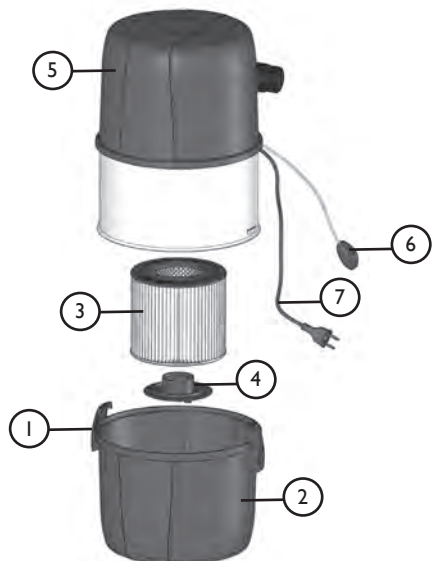

Bild 1.
2.1 Entleerung des Schmutzbehälters [Bild 1]
2.2 Wartung des Filters [Bild 1]
- Überprüfen Sie, ob sich der Staubsauger über den Niederspannungsanschluss [Bild 1; 6] der Zentraleinheit starten lässt, indem der Startstromkreis mit einem Metalldraht überbrückt wird.
Wenn die Verstopfung gefunden wurde, ziehen Sie den Netz-Stecker des Staubsaugers und überprüfen Sie, dass sich die Verstopfung nicht in den Schlauchanschlüssen des Staubsaugers befindet. Verbinden Sie das Ansaugrohr des Staubsaugers über den Saugschlauch mit dem verstopften Zweig zur Saugdose (oder wenn die Verstopfung im unteren Rohrsystem ist, mit der nächstliegenden Saugdose). Starten Sie den Staubsauger mit dem Metalldraht vom Niederspannungsanschluss (6), Bild 1, und gehen Sie an den eigentlichen Platz des Staubsaugers, schließen/öffnen Sie die Öffnung des Ansaugrohrs mit der Handfläche, dies verursacht Unterdruckstöße an der Verstopfungsstelle. Wenn sich die Verstopfung nach 10-15 Sek. nicht gelöst hat, lösen Sie den Staubsauger von der Saugdose so, dass die Turbine zwischendurch Luft bekommt und sich nicht überhitzt. Wiederholen Sie den Versuch nach ca. einer Minute.
Starten Sie die Zentraleinheit bei geschlossenen Saugdosen vom Niederspannungsanschluss (6) Bild 1 mit einem Metalldraht. Falls ca. 10 Sek. nach dem Einschalten Luft aus dem Ausblasrohr kommt, gibt es im Rohrsystem eine undichte Stelle, die lokalisiert und abgedichtet werden muss. Das Gerät darf nicht länger als 20 Sekunden bei geschlossenen Saugdosen in Betrieb sein, da bei vollkommen dichter Installation die Turbine keine Luftzufuhr bekommt und sich überhitzt und evtl. beschädigt wird.